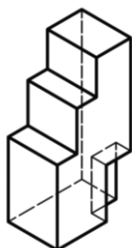
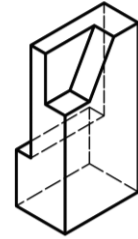

Abb. 4: Treppe
Abb. 7: Aufnahme
Von den in Abb. 4 bis Abb. 7 im Schrägbild gezeichneten Werkstücken sind drei in fünf Ansichten (ohne Rückansicht) in natürlicher Größe entsprechend der Projektionsmethode 1 nach ISO 5456 darzustellen.
- Zeichnen Sie die Werkstücke von Abb. 4 bis Abb. 7